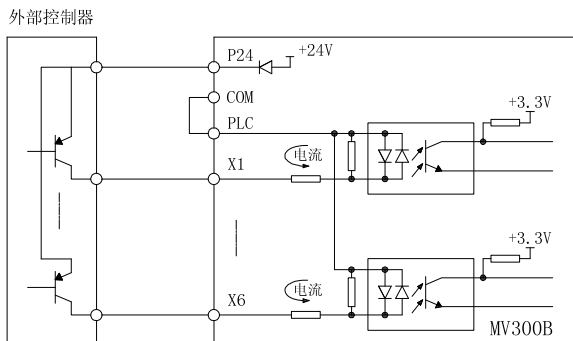

图3-15 使用变频器内部+24V 电源的漏极连接方式
2) 使用变频器内部+24V 电源，外部控制器为 PNP 型的共发射极输出（注意：必须先去除用户端子上 PLC 与 P24 之间的短路片，后将该短路片紧固短接在 PLC 与 COM 之间），连接方式如图 3-15 所示。